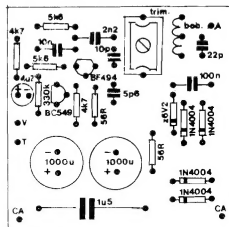

Fig.4
- FIG. 4 - "CHAPEADO" DA MONTAGEM - Agora vista pelo seu lado **não** cobreado, a placa mostra praticamente todos os componentes colocados, identificados pelos seus valores, códigos, polaridades e outros parâmetros importantes... Observar, com bastante atenção, os seguintes pontos: